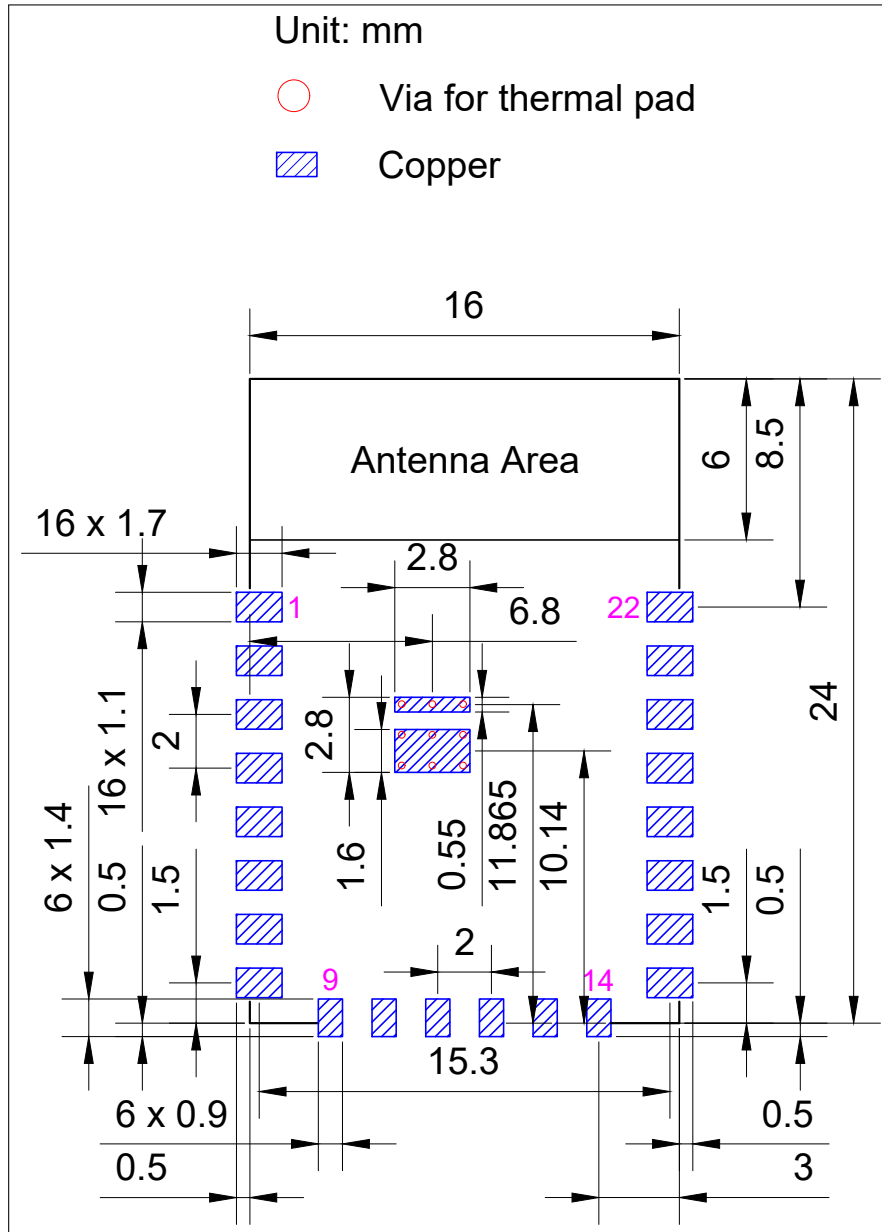

图 7: 推荐 PCB 封装图形
- 推荐 PCB 封装图，标有 PCB 设计所需的全部尺寸。详见图 7 推荐 PCB 封装图形。
- 推荐 PCB 封装图的源文件，用于测量图 7 中未标注的尺寸。您可用 Autodesk Viewer 查看 ESP8684-WROOM-04C 的封装图源文件。